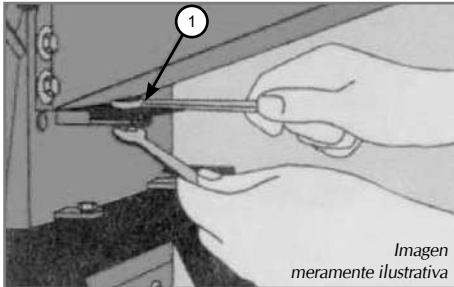
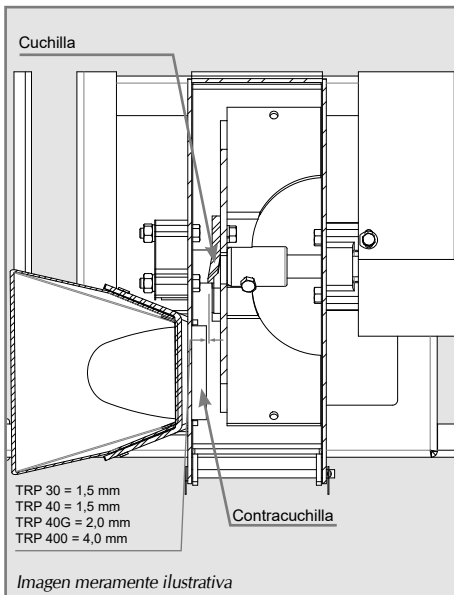

Figura 1
Figura 2
Reaprietos periódicos, como el ajuste en la contracuchilla, son indispensables. La regulación se realiza al aflojar la tuerca hexagonal (1), como se muestra en la Figura 1, y al desplazar la contracuchilla hasta que las cuchillas que queden a una distancia de aproximadamente 1,5 mm para el TRP 30 y el TRP 40, 2,0 mm para el TRP 40G y de 4,0 mm para el TRP 400 (Figura 2).